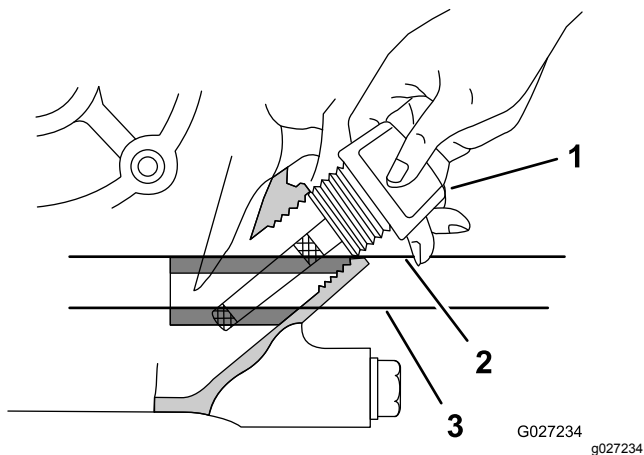

图8
- 从发动机中取出量油尺用干净的抹布擦拭量油尺图8。
- 如图8所示将量油尺插入发动机。
- 从加油颈取出量油尺查看量油尺上的油位图8。
**注意** 机油油位必须覆盖在油量尺上的开口标记区域之间图8。
- 将量油尺插入加油颈用手拧紧图8。